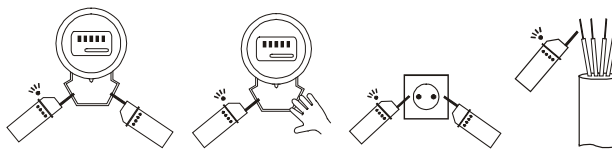

Рисунок 1
6.3 При проверке правильности фазировки счетчика, определении фазного провода в розетках и кабелях (Рисунок 1) включите диапазон «1» или «2». Прикоснитесь антенной к исследуемой цепи или крышке клеммной колодки счетчика напротив зоны подключения фазного провода, затем напротив зоны подключения нулевого провода. При этом уровень звукового и яркость светового сигналов должны быть выше в близости к фазному, чем к нулевому проводу. При сильном влиянии посторонних электрических полей прикоснитесь рукой к крышке счетчика.